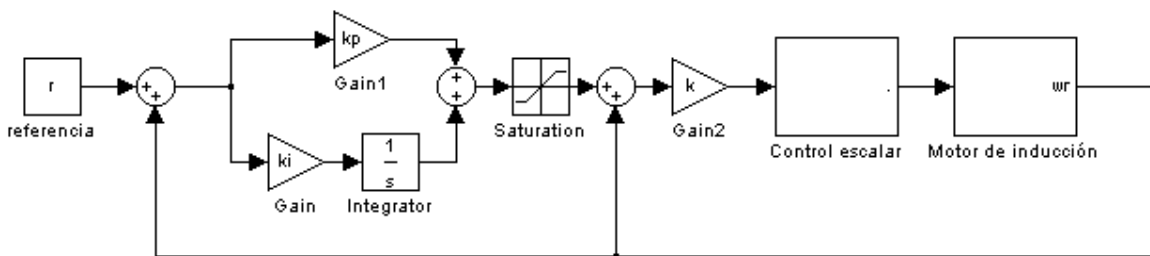

Figura 1. Esquema de control en lazo cerrado.
- 5.6 A la simulación de la práctica anterior, agregue el controlador diseñado en el inciso anterior y el circuito de saturación como se muestra en la figura 1 Explique la función que el segundo realiza en el sistema.